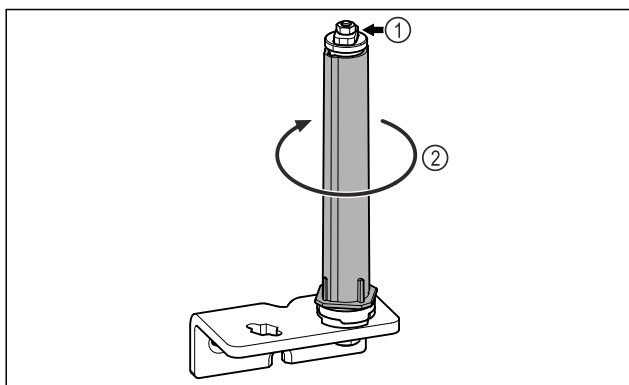

Fig. 22
- Neizjauciet durvju slēgšanas sistēmu Fig. 22 (1).
- Pagrieziet slēgšanas sistēmu Fig. 22 (2), līdz tā noklikšķ.